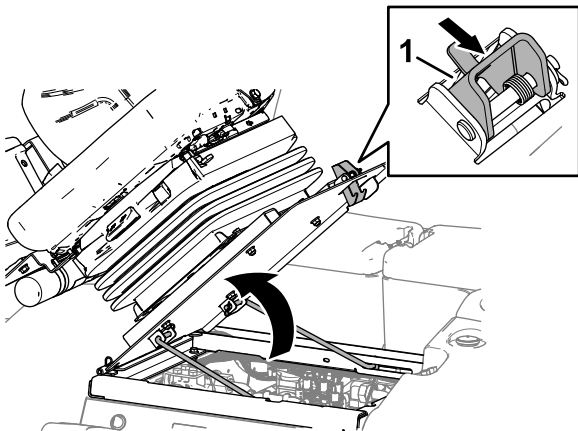

Figura 63
1. Mueva el enganche del asiento hacia fuera (Figura 63).